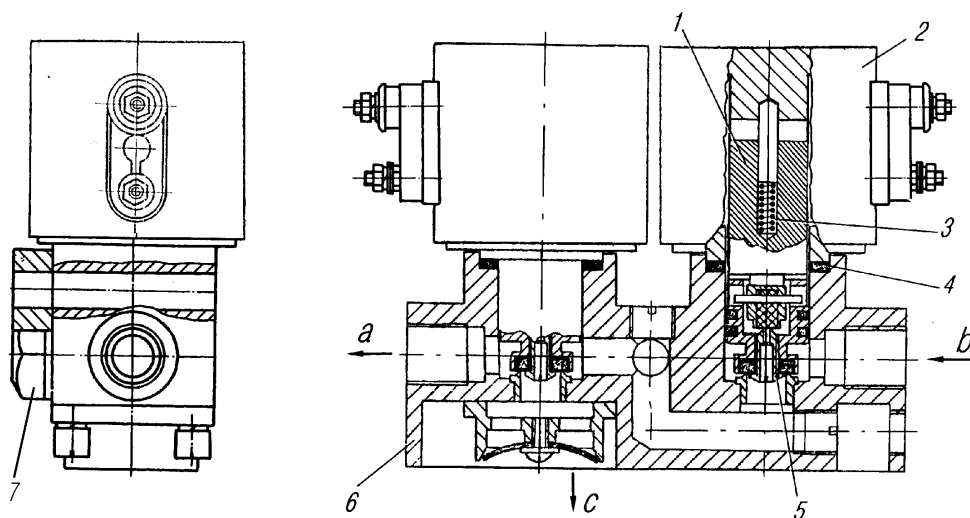

Рис. 32. Электропневмоклапан:
**Электропневмоклапаны** (рис. 32) предназначены для регулирования давления воздуха в шинах передних и задних колес в зависимости от дорожных условий. Клапаны расположены на лонжероне рамы и имеют три рабочих положения. Электропитание клапана – 24 В.